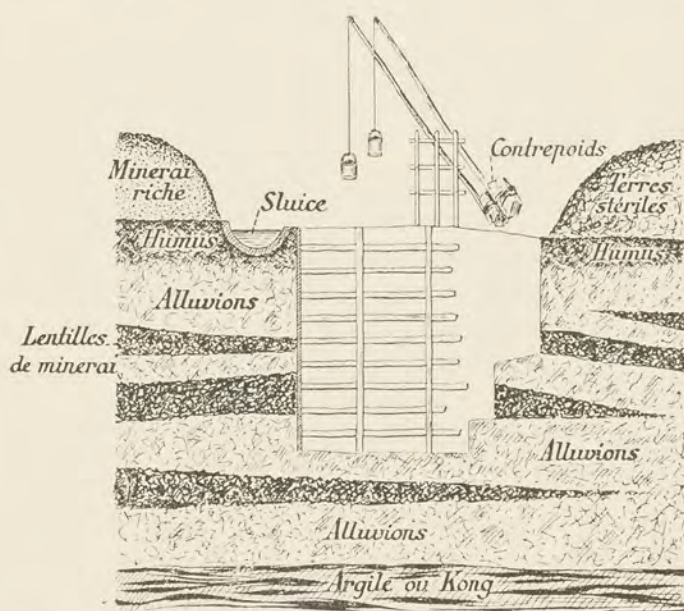

FIG. 278. — Coupe d'une fosse d'exploitation malaise du minéral d'étain dans le royaume de Perak (d'après de M. DE MORGAN).
L'ÉTAIN n'est pas un métal précieux et cependant il est relativement rare, d'autant plus qu'il est de plus en plus demandé sur le marché. Par sa valeur intrinsèque il vient du reste après l'or et l'argent. Il n'existe pas dans la nature à l'état natif. Son seul minerai est le bioxyde ou *cassitérite*, qui se cache souvent sous la forme d'un minerai noirâtre n'ayant pas la moindre apparence métallique. Pendant longtemps ce fut le pays de Cornouailles, en Angleterre, qui produisit la plus grande partie de l'étain ; aujourd'hui le vrai pays de l'étain est la presqu'île de Malacca et l'île de Banca. Ces mines, exploitées depuis des siècles, sont loin d'être épuisées. Le minerai se trouve surtout dans des granulites désignées sous le nom d'*elvan*, ou plutôt dans des alluvions que les indigènes lavent. Selon M. de Morgan (1) les Malais taillent des fosses à pic dans des alluvions qu'ils maintiennent à l'aide d'écorces d'arbres et de pieux plantés verticalement. Ils exploitent par gradins sur l'une des faces et épuisent l'eau chaque matin à l'aide de seaux suspendus à de longs leviers chargés de contrepoids (fig. 278). Le lavage du minerai se fait au moyen de *sluices* creusés dans des troncs d'arbres. Pendant de nombreuses années les Chinois ont exploité ces mines malaises sans apporter aucun progrès, se refusant même à introduire la pelle, la pioche et la brouette dans leurs exploitations. Sur leur épaule ils ont un long bambou qui porte à ses deux extrémités, comme les deux plateaux d'une balance, deux paniers plats remplis du sable de la mine. Aujourd'hui toutes ces mines sont dirigées par des ingénieurs européens, qui ont fini par introduire les procédés mécaniques modernes ; mais ce ne fut pas facile. Ils ont eu beaucoup de peine surtout à monter des pompes d'épuisement. Les Chinois prétendaient que ces machines effrayaient le « génie de l'étain » ; aussi pour empêcher celles-ci de fonctionner, ils venaient la nuit enlever des boulons ou des bielles. Pour eux l'étain est quelque chose de vivant qui pousse dans les sables sous la protection d'un génie spécial auquel ils dressent de petits autels. Ce génie est fort susceptible : si l'on entre dans une mine les pieds chaussés ou si l'on y ouvre un parasol, il s'en va, emportant tout son étain, et les travailleurs lavent alors inutilement le sable stérile.
(1) DE MORGAN, *Annales des mines*, 1886.